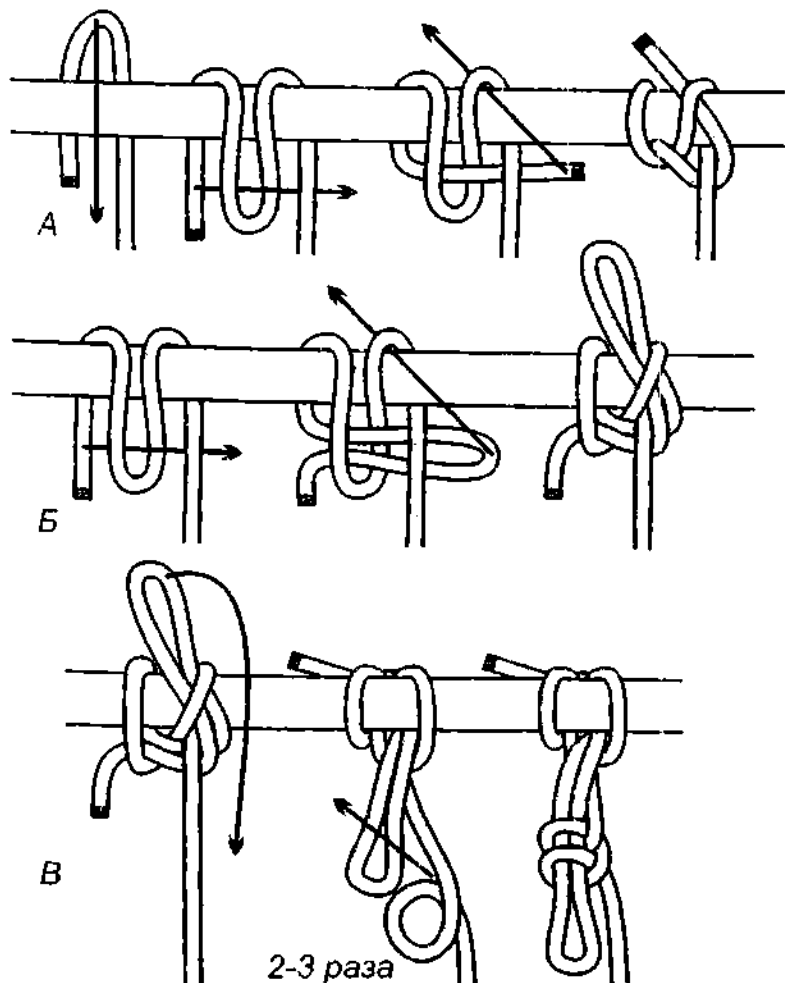

Рис. 576. А – учальный узел; Б – быстроразвязывающийся учальный узел; В – быстроразвязывающийся учальный узел, завязанный с полуштыками на петельке.
**Учальный узел** – это временный узел, который легко запоминается, быстро вяжется, туго не затягивается и без труда развязывается после любой нагрузки (рис. 576 А, Б). Узел одинаково хорошо держит на верёвках любого типа. **Быстроразвязывающимся учальным узлом** можно быстро привязать и отвязать лошадь или лодку. Несмотря на свою простоту, **учальный узел** способен выдержать значи-